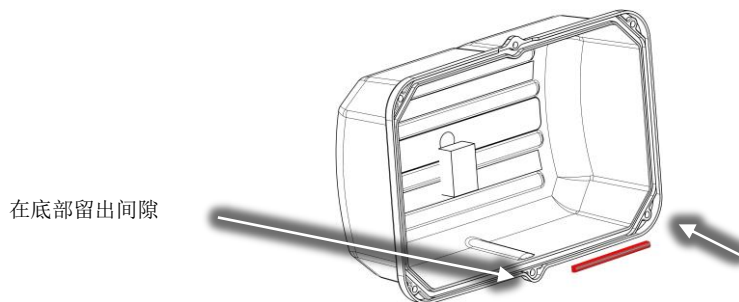

图 18 - 新“D”密封件安装 - 电容器盖板
2. 将新的“D”密封件安装到检修侧盖板中。在中心左侧或右侧的底部开始。沿槽安装密封件，直到够到另一端，并在底部留一个小间隙。切割密封件（与密封件侧面成 90 度）。参见图 18（新“D”密封件安装 - 电容器盖板）。